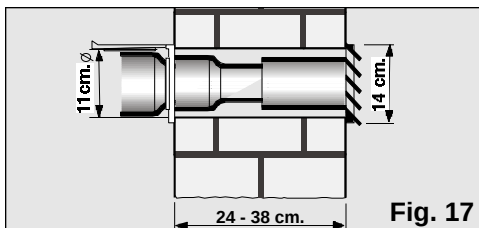

Fig. 17
- Om de warme lucht af te voeren via de muur moet u een opening in de muur maken voor het plaatsen van de muurschuif, **Fig. 17.**